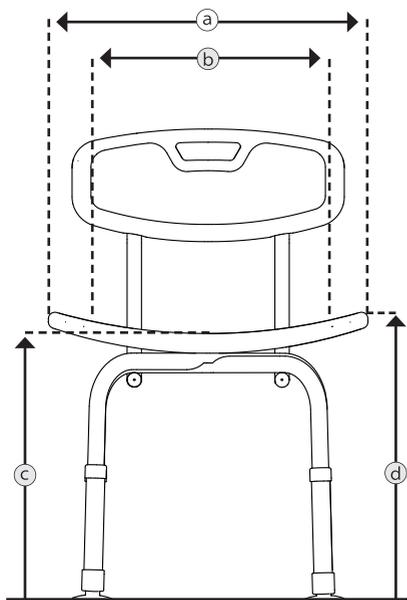

fig. 6
2. Prendere posto al centro della seduta (fig. 6, 1), tra le impugnature (dx/sx), (fig. 6, 2). All'occorrenza chiedere aiuto per sedersi e alzarsi.